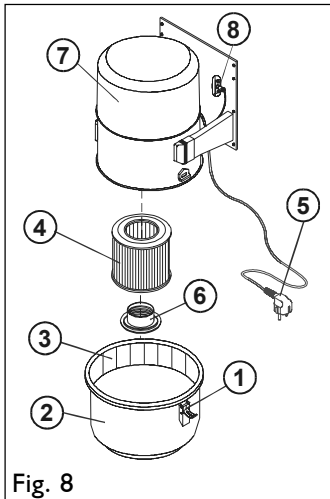

Fig. 8
6.2 Hur man tömmer dammbehållaren, fig. 8
6.3 Filterservice, fig. 8
Motorn och andra elkomponenter är koncentrerade till den övre skyddshatten (fig. 8; 7). Denna skyddshatt får man inte öppna själv. Anläggningens skyddshatt får endast öppnas av behörig installatör som har nödvändiga kunskaper om anläggningen (auktoriserade Allaway-serviceföretag).
- kontrollera svagströmsledningarnas anslutning (fig. 8; 8) till centralenheten.
- kontrollera om dammsugaren startar med centralenhetens test-knapp eller om dammsugarens startkrets i svagströmskontakten (fig. 8; 8) kortsluts med en metalltråd.
Sedan stoppet har lokaliserats bör man ta bort centralenheten från sin plats och kontrollera att det inte är stopp i anslutningsslangarna. Koppla sedan dammsugarens insug med slangen direkt till sugdosan i den gren av rörsystemet som det är stopp i (om det är stopp i stomröret - koppla till närmaste sugdosa). Starta dammsugaren (med fjärrkontrollen för CX-modellen och för modellen CV med metalltråd i svagströmskontakten fig. 8; 8). Gå till det ställe där centralenheten normalt är placerad, stäng och öppna sugrörets öppning med handen så att det blir undertycksförändringar i röret. Om förstoppningen inte släpper inom 10-15 sekunder skall centralenheten kopplas loss från sugdosan, så att turbinen får luft och inte överhettas. Upprepa försöket efter ungefär en minut.
Starta centralenheten med test-knappen när alla sugdosor är stängda. Använd en metalltråd för att sluta en startkrets på centralenhetens svagströmskontakt (fig. 8; 8). Om det efter ca 10 sekunders drift fortfarande kommer luft ur utblåsningsröret finns det ett läckage i rörsystemet. Läckaget måste lokaliseras och lagas. *Kör inte anläggningen med alla dosor stängda i mer än 20 sekunder!* Om installationen är helt tät får turbinen ingen luft och kan skadas av överhettning.